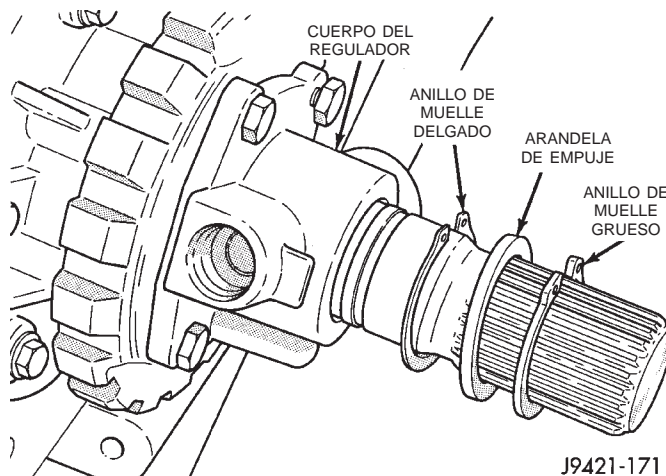
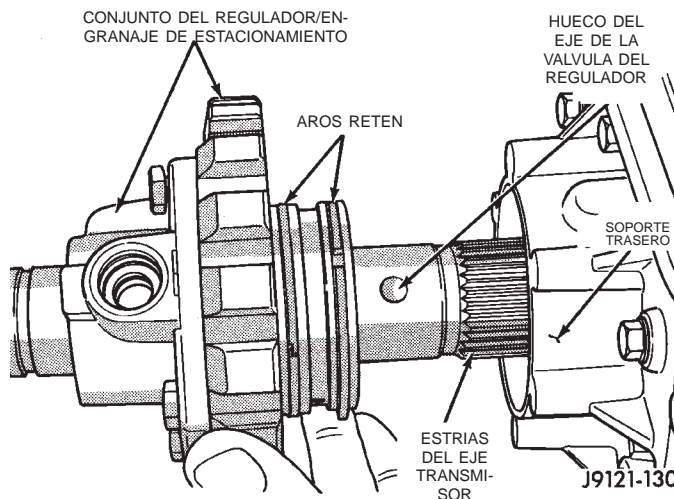

Fig. 36 Anillos de muelle y separador
Fig. 37 Cuerpo del regulador
- (11) Retire los anillos de muelle y el separador que retienen el conjunto del cuerpo del regulador y el engranaje de estacionamiento en el eje transmisor (Fig. 36).
- (12) Retire los pernos que fijan el cuerpo del regulador al engranaje de estacionamiento (Fig. 37).
- (13) Separe el regulador del engranaje de estacionamiento.
- (14) Extraiga el engranaje de estacionamiento del soporte trasero.
- (1) Instale el engranaje de estacionamiento en el soporte trasero de modo que la corona de la protuberancia curva quede alineada con el orificio a través del eje transmisor.
- (2) Instale el filtro del regulador en el engranaje de estacionamiento.
- (3) Deslice el cuerpo del regulador sobre el eje transmisor y alinee el orificio con el filtro.
- (4) Instale los pernos que fijan el cuerpo del regulador al engranaje de estacionamiento. Apriete los pernos con una torsión de 11 N·m (95 lbs. pulg.). (Fig. 37).
- (5) Instale en el eje transmisor los anillos de muelle y la arandela del cuerpo del regulador-engranaje de estacionamiento de la siguiente manera:
- (a) Instale primero el anillo de muelle delgado. A continuación, instale la arandela de empuje y finalmente el anillo de muelle grueso (Fig. 36).